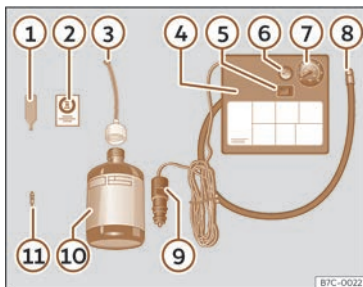

Fig. 245 Afișajul standard: componentele kitului de reparație anvelope în caz de pană.
Kitul de reparație anvelope în caz de pană este amplasat sub podeaua portbagajului. Include următoarele componente >>> **fig. 245**:
- Deșurubați capacul ventilului anvelopei și inserția. Utilizați dispozitivul >>> **fig. 245 ①** pentru a scoate capacul ventilului. Așezați-o pe o suprafață curată.
- Scuturați bine recipientul cu etanșant pentru anvelope >>> **fig. 245 ⑩**.
- Înșurubați furtunul de umflare >>> **fig. 245 ③** pe recipientul cu etanșant. Sigiliul recipientului se va rupe automat.
- Scoateți capacul de umplere >>> **fig. 245 ③** și înșurubați capătul deschis al tubului pe ventilul anvelopei.
- Înlocuiți capacul cu dispozitivul >>> **fig. 245 ①** pe ventilul anvelopei.
- Înșurubați furtunul compresorului pentru umflarea anvelopei >>> **fig. 245 ⑧** pe ventilul anvelopei.
- Verificați dacă șurubul de evacuare a aerului este închis >>> **fig. 245 ⑥**.
- Cuplați mufa >>> **fig. 245 ⑨** la priza de 12 V a autovehiculului >>> pag. 271.
- Porniți compresorul de aer de la comutatorul ON/OFF (pornit/oprit) >>> **fig. 245 ⑤**.
- Lipiți autocolantul >>> **fig. 245 ②** pe afișajul panoului de bord, în câmpul vizual al șoferului.
Însurubați din nou tubul de umflare >>> **fig. 245 ⑧** și verificați presiunea pe manometrul ⑦.